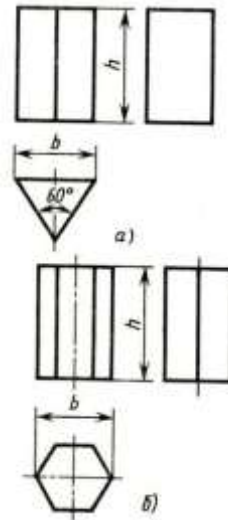

Рисунок 7 Правильные призмы: а и б - комплексные чертежи
**Правильные треугольная и шестиугольная призмы.** Основания призм, параллельные горизонтальные плоскости проекций, изображаются на ней в натуральную величину, а на фронтальной и профильной плоскостях - в виде прямых линий. Боковые грани изображаются в натуральную величину на плоскостях проекций, которым они параллельны, и в виде линий на тех плоскостях, которым они перпендикулярны (рис. 7, а и б). Грани, наклонные к плоскостям проекций, изображаются искаженными.